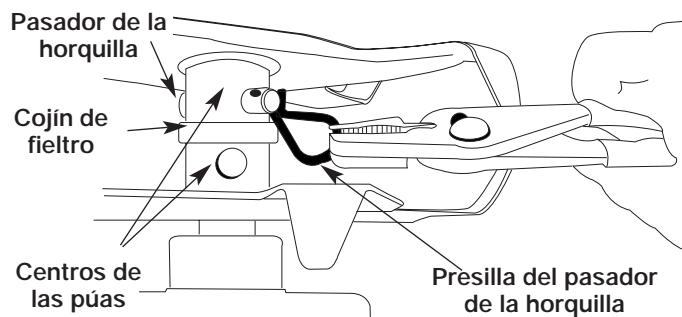

Figure 19
- Coloque el control de encendido y apagado en la posición de APAGADO (O) y desconecte el cable de la bujía de encendido.
- Saque las presillas del pasador de la horquilla y los pasadores de la horquilla (Fig. 19).